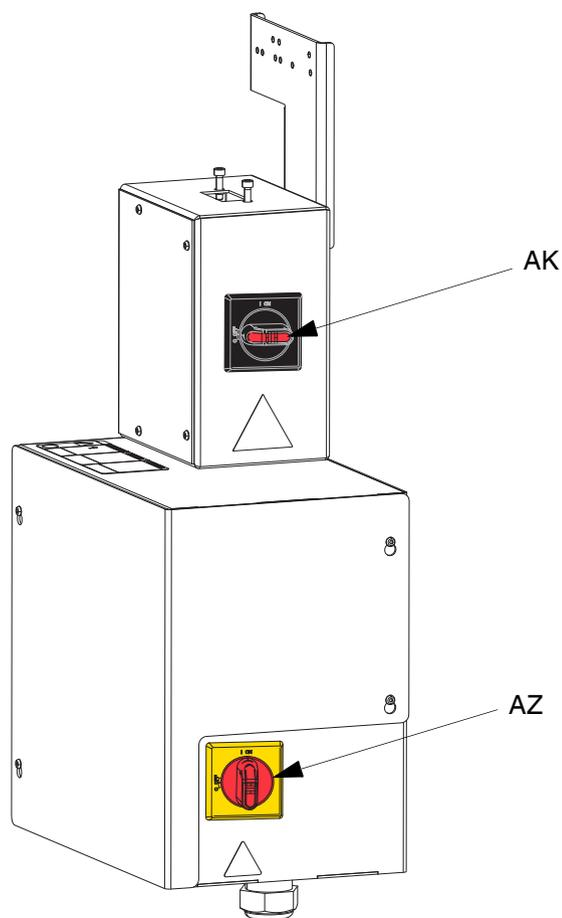

FIG. 30. Desligar a alimentação
1. Desligue a corrente do motor elétrico (AB):
- a. Desligue o interruptor da caixa de derivação (AK). Consulte a FIG. 30.
- b. Ao usar um sistema de abastecimento do êmbolo de tandem, desligue o interruptor de desativação (AZ) apenas na unidade de abastecimento do êmbolo que requer mudança de tambor. Consulte a FIG. 30.